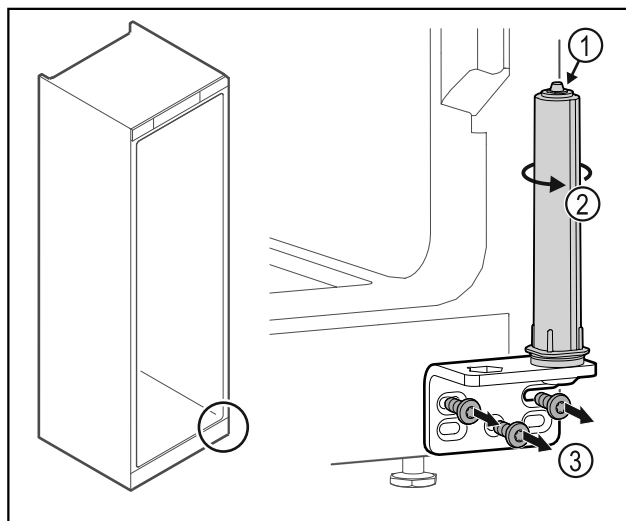

Fig. 50
- ▶ Du må ikke adskille dørlukkesystemet Fig. 50 (1).
- ▶ Drej lukkesystemet Fig. 50 (2), indtil det klikker.
- ▶ Skru hængselvinklen Fig. 50 (3) af.